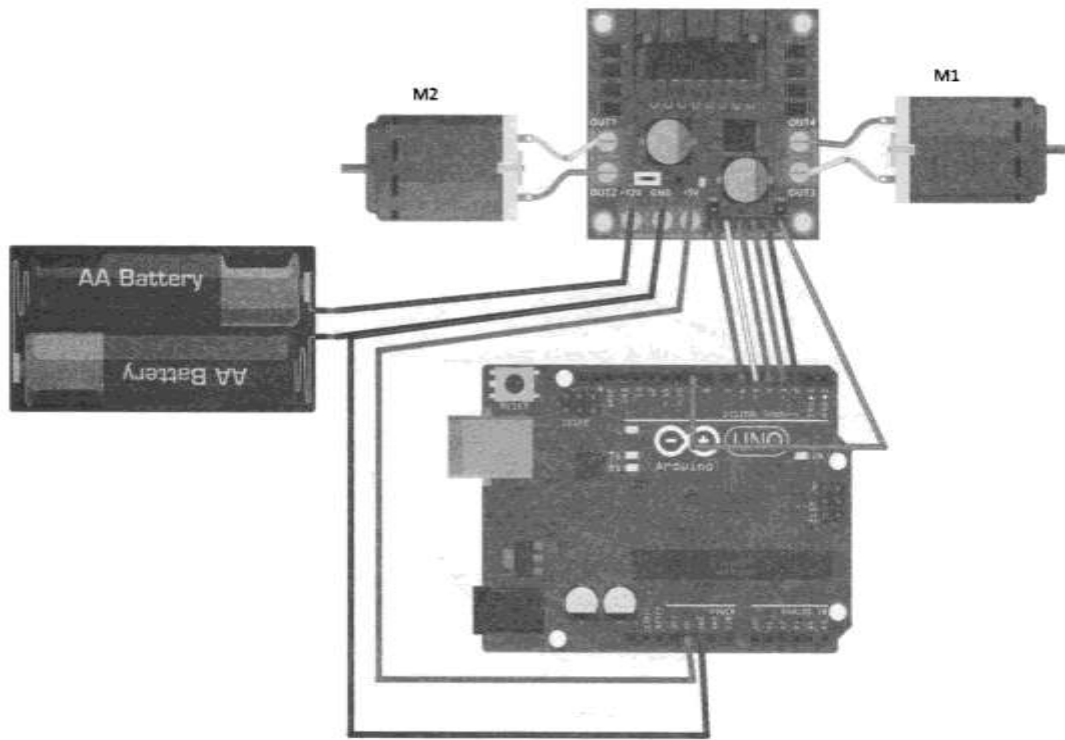

Рис. 5.25. Схема управления двигателями с регуляцией на основе ШИМ
1. Добавьте к схеме управления двигателями (рис. 5.23) возможность управления мощностью двигателей с помощью ШИМ (рис. 5.25), что позволит аппаратно управлять скоростью вращения вала двигателя и, соответственно, скоростью движения робота. Для этого потребуются два порта с аппаратным ШИМ, на плате они обозначены символом волнистой линии (~) — пусть это будут порты 6 и 9. Уберите переключки с контактов ENA и ENB драйвера и подсоедините эти контакты к портам 6 и 9 платы Arduino.